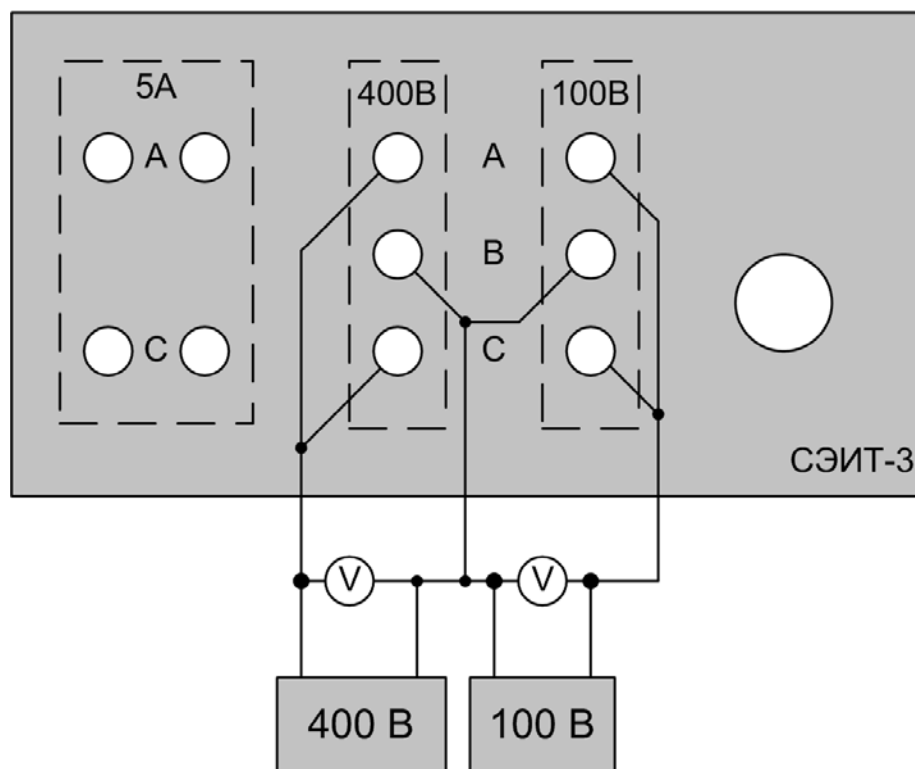

Рис. 13
3.2.5.2. Собирается схема юстировки, рис. 13. Калибратор подключается ко входам 100 В или 400 В для юстировки соответствующего предела напряжения.